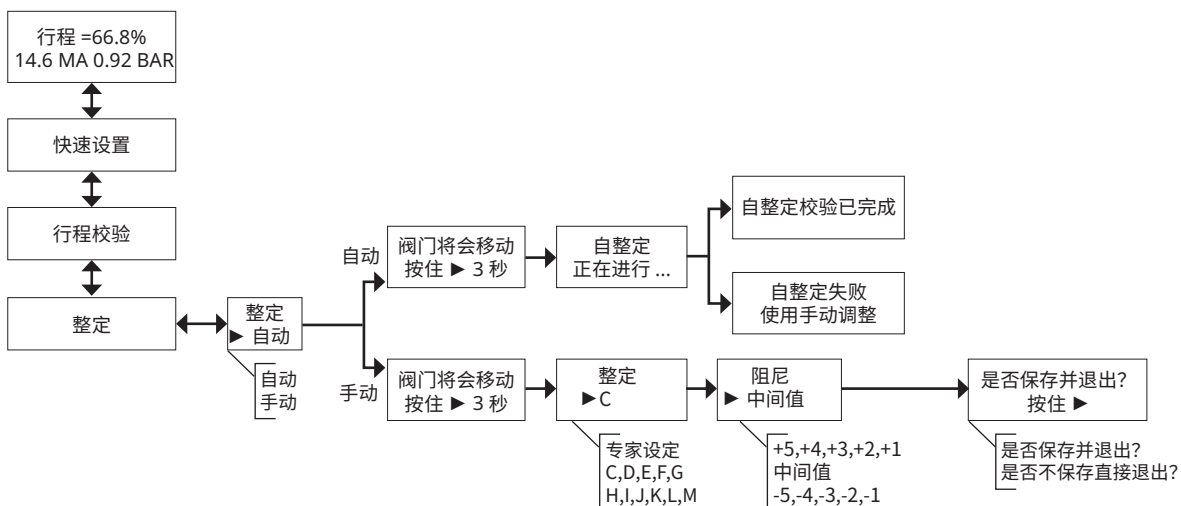

图 15. 整定
- 要手动或自动调节仪表而不更改校验值，可以使用“整定”例程。要从主屏幕访问此过程，请按三次下箭头键 (▼)，然后按一次右箭头键 (▶)。然后，按照下面的图 15 所示的提示进行操作。